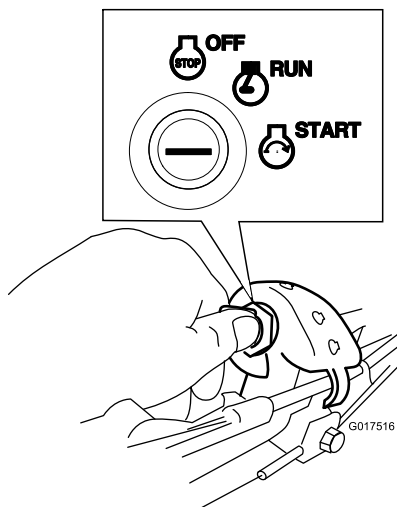

Figure 17
- **Clé de contact :** Tournez et maintenez la clé de contact en position de démarrage (Figure 17) ; puis relâchez la clé lorsque le moteur démarre.
1. Tournez la clé de contact à la position de marche (Figure 17).